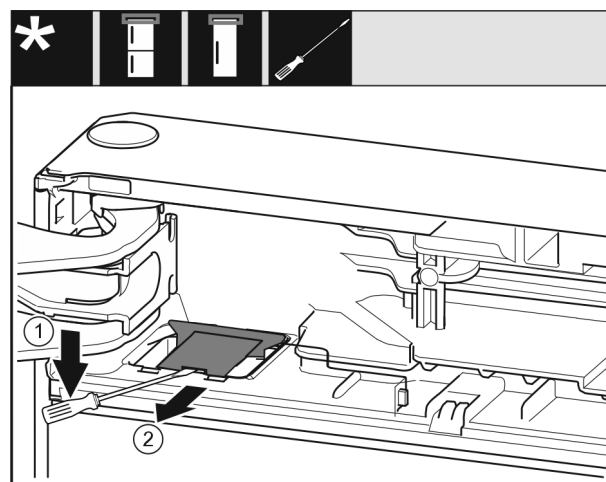

Fig. 9
- Avec un tournevis plat détacher et garder le cache. Fig. 9 (1)
- Sortir le cache. Fig. 9 (2)